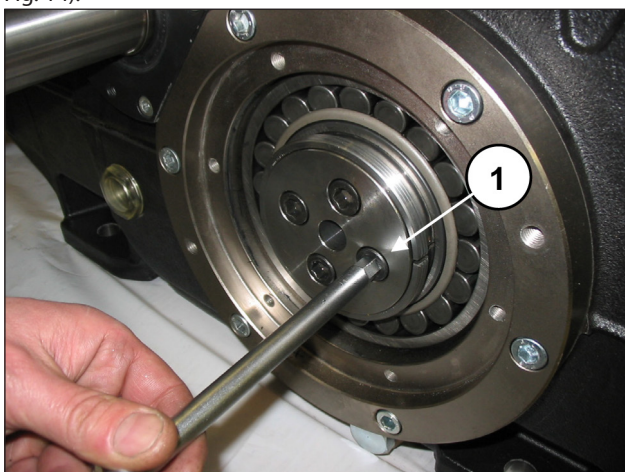
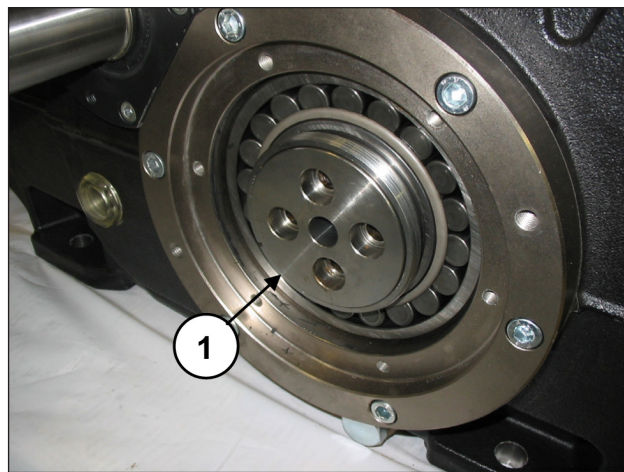

Fig. 13
Fig. 14
Dévisser et enlever les vis de fixation de la bride de maintien de la douille, des deux côtés (rep. ①, Fig. 13). Laisser les brides de maintien de la douille en place (rep. ①, Fig. 14).